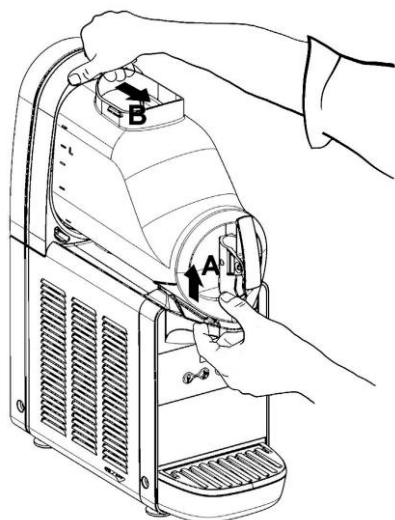
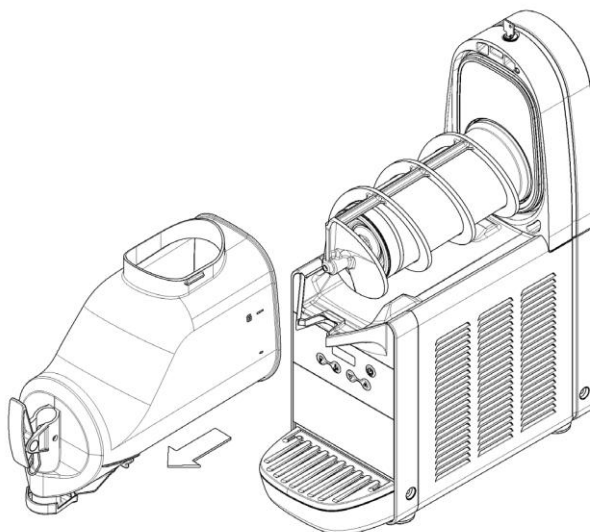

図3
図4
- (2)ロックレバーを上方に押して(図3参照)、ボウルを取り外します。(図4参照)